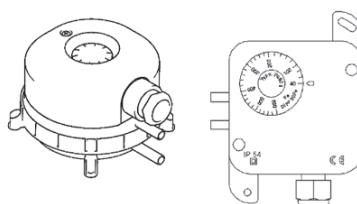

Figure 4
- L'un des capteurs de pression illustrés dans la figure 4 peut être monté dans l'unité de traitement d'air.